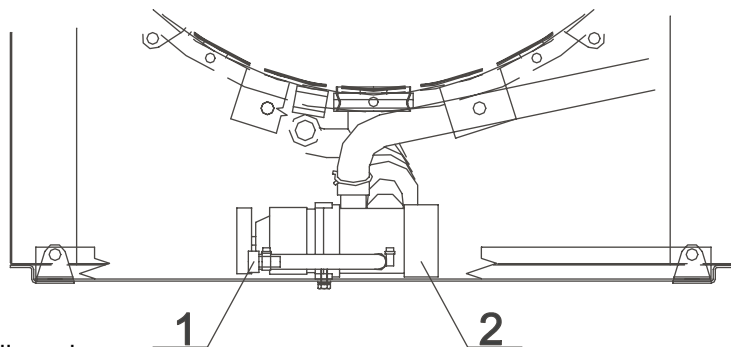

Fig. 5.1. Pompa di scarico
Per prima cosa, scollegare la macchina dalla rete di alimentazione, staccando la spina. Togliere il coperchio posteriore della macchina. Scaricare l'acqua residua nella pompa attraverso l'apertura (fig. 5.1. numero 1) del piccolo foro di evacuazione nella pompa, e raccogliere l'acqua. Svitare il coperchio laterale della pompa (2) e togliere i corpi estranei. Pulire la sede e gli aghi. Riavvitare il coperchio, chiudere il foro di evacuazione e rimontare il pannello posteriore.